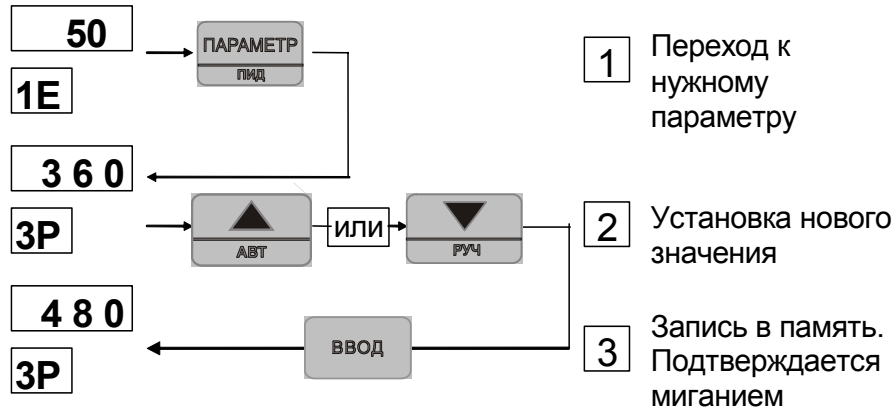

рис.5.4.1
5.4.1 Установка параметров во всех меню производится одинаковым образом (рис.5.4.1):